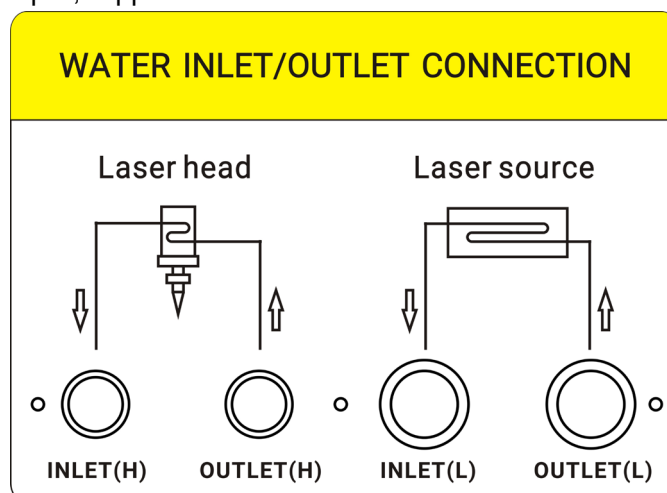

Figure 6: Schéma de connexion du chiller à eau au laser
(3) Connexion de la tuyauterie : La méthode de connexion du chiller et de la machine laser est illustrée à la figure 6. Le diamètre intérieur de la tuyauterie ne doit pas être inférieur au diamètre des tuyaux d'entrée et de sortie du chiller. Si le diamètre intérieur de la tuyauterie est inférieur à celui requis, l'approbation du fabricant du chiller doit être obtenue.